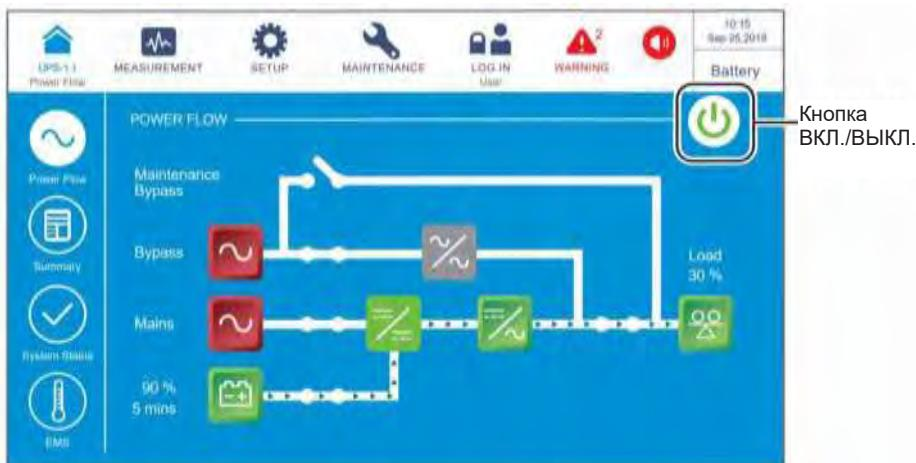

Рисунок 6-48: Экран батарейного режима и кнопка ВКЛ./ВЫКЛ.
- | 1 В батарейном режиме на ЖК-дисплее отображается следующий экран (**Рисунок 6-48**), а трехцветный светодиодный индикатор горит желтым. Расположение трехцветного светодиодного индикатора см. на **Рисунке 2-11**.